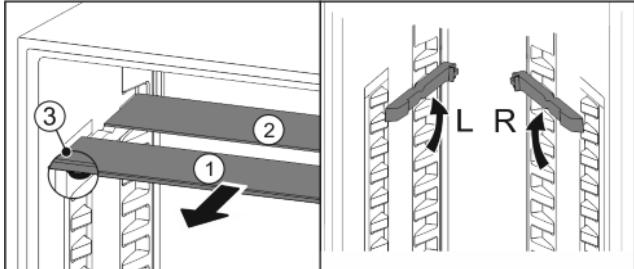

Fig. 18
- Extrageți Fig. 18 (1) pe rând plăcile de sticlă spre înainte.
- Placa de sticlă Fig. 18 (1) cu opritoarele împotriva extragerii se află în față.
- ▷ Opritoarele arată în jos Fig. 18 (3).